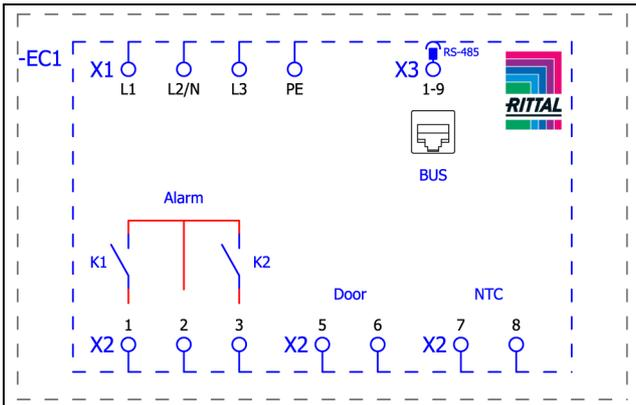
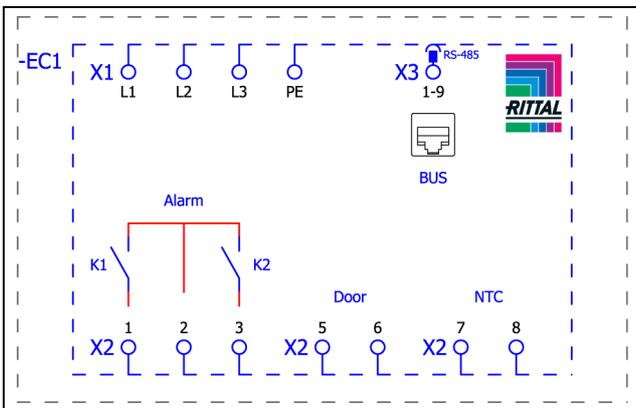

Fig. 16: Schema elettrico per SK 3186930, SK 3187930 e SK 3185830
Fig. 17: Schema elettrico per SK 3188940 e SK 3189940
- Prendere il connettore di rete fornito in dotazione e realizzare il collegamento in base al relativo schema elettrico (Fig. 16 oppure Fig. 17).